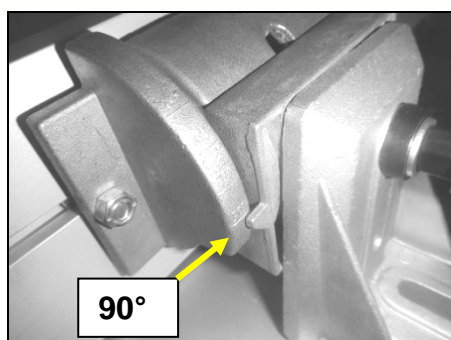

Fig 47
- Desserrez la manette multi positions (62), positionnez le guide sur la graduation 90° puis resserrez la manette (Fig 47 & 48).